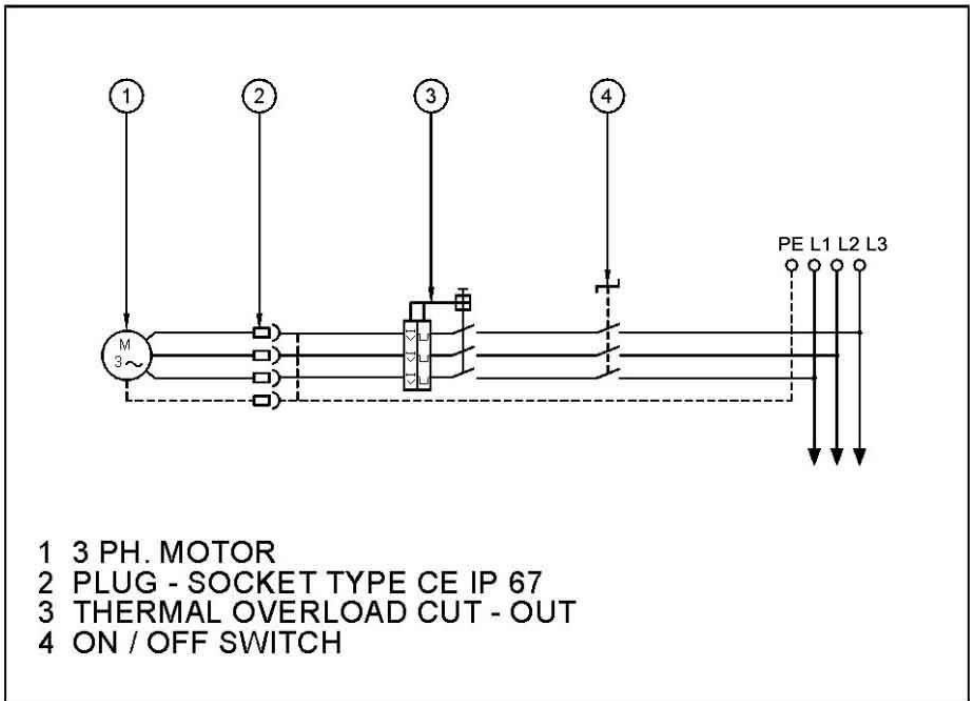

Fig.12 – Collegamento elettrico
- Effettuare il collegamento elettrico dal quadro elettrico della macchina ai cavi di alimentazione del SOIL (fig. 12) interponendo la presa/spina multipolare in modo da agevolare le future operazioni di manutenzione.
- Effettuare i collegamenti elettrici secondo quanto consigliato in fig. 12 e comunque nel rispetto delle normative applicabili al fine di realizzare un impianto a regola d'arte.